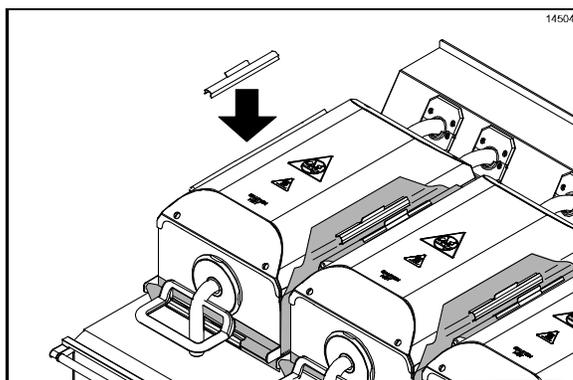

Figura 111
43. Vuelva a instalar las hojas antiadherentes en el lado opuesto al que se usó previamente. Sujete las hojas con las pinzas de sujeción y las barras. (Vea la figura 111.)